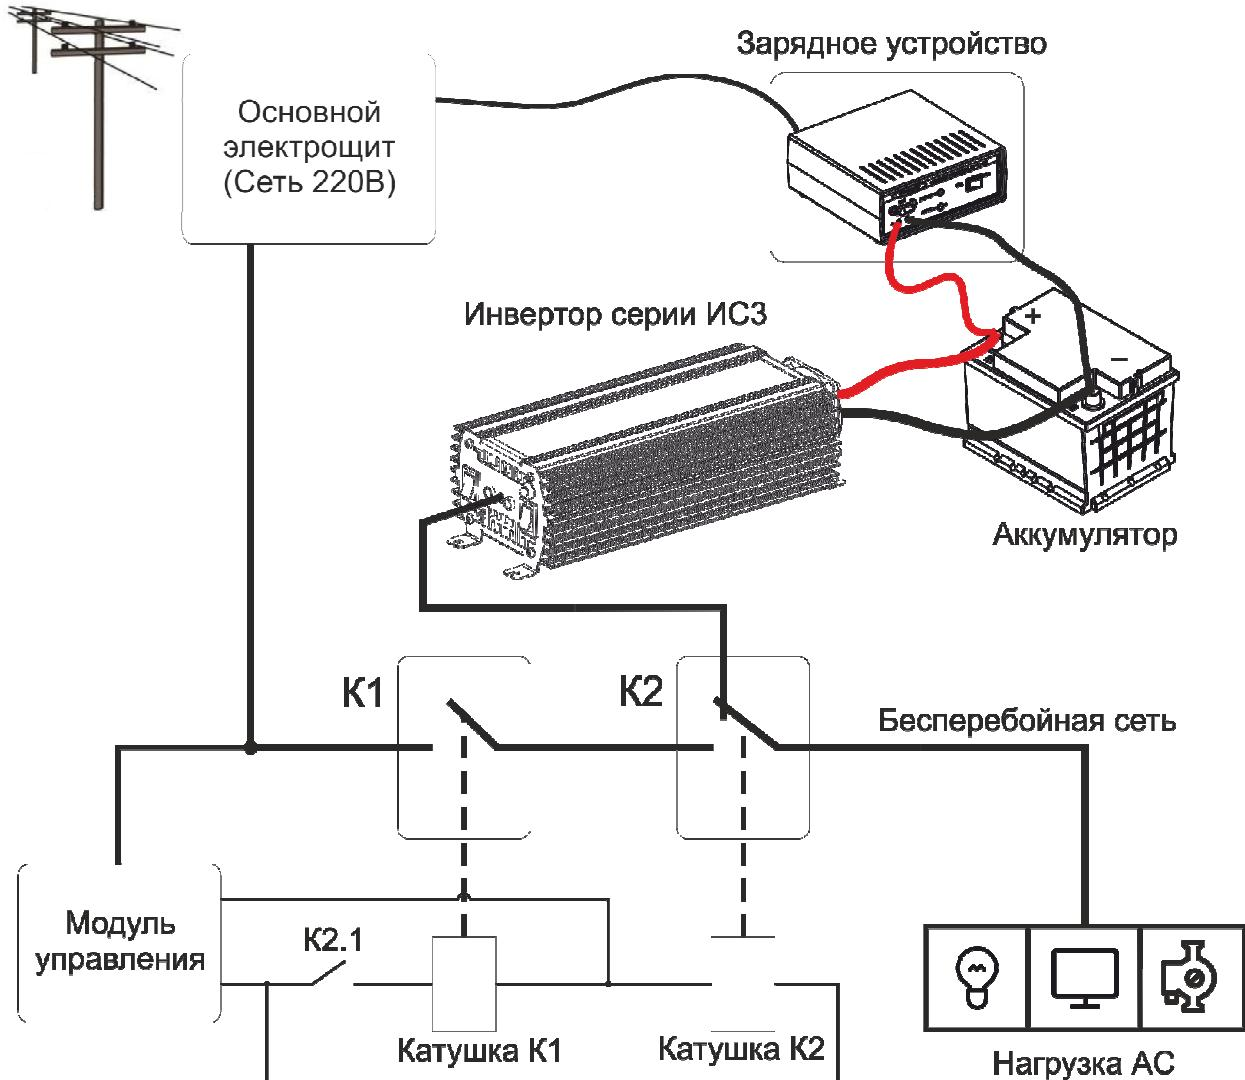

Рис.3.
- 7.1. Применение инверторов в системах бесперебойного питания. Для обеспечения надежной работы и исключения возможности попадания промышленного сетевого напряжения 220В на «выход» инвертора рекомендуется производить подключения согласно схемы на Рис.3.